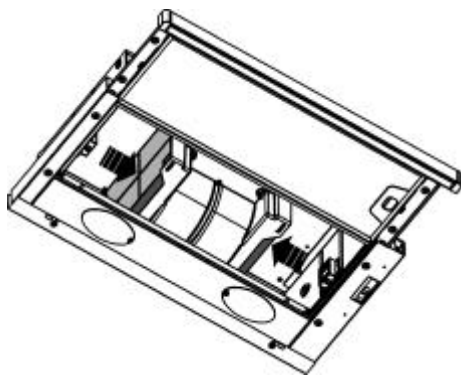

Fig. 14
- b) Sustituir el filtro de carbón activado (**Fig. 14**).